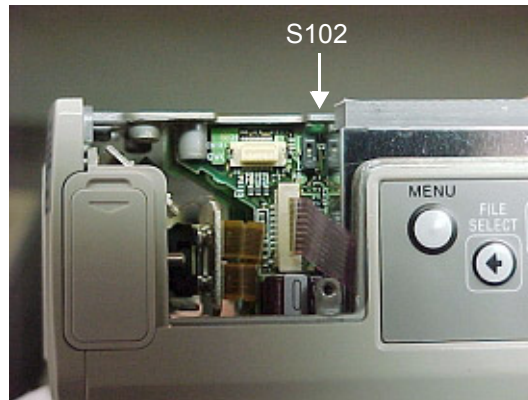

図7. Sony DXC-390 のカバーを外した状態
2. 図 7 に示すスイッチ S102 の位置を確認します。